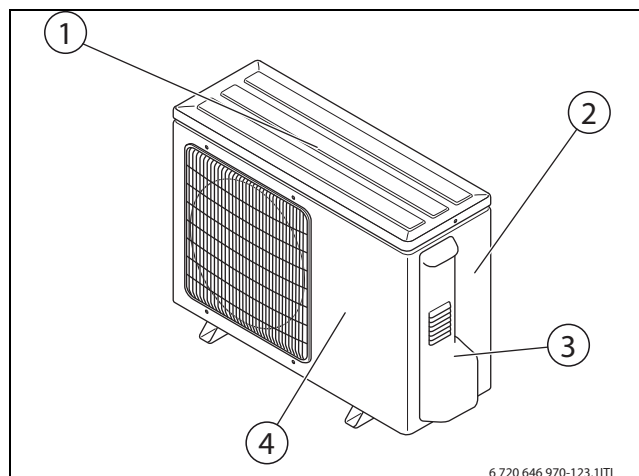

Bild 73 Verkleidung der Außeneinheit abnehmen
- ▶ Serviceabdeckung abnehmen (→ Bild 73, Seite 78).